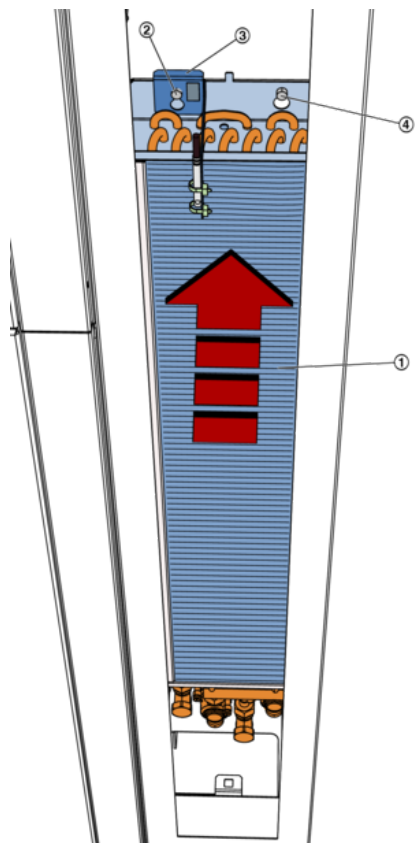

Abb. 72: Wärmeübertrager demontieren
5. ▶ Die Schraube (Abb. 72/2) herausschrauben und den Halter für den Zulufttemperatursensor (Abb. 72/3) abnehmen (hängt am Sensorkabel). Schraube (Abb. 72/4) etwas lösen, so dass der Wärmeübertrager bewegt werden kann.
Wärmeübertrager (Abb. 72/1) in Pfeilrichtung schieben bis die Befestigung (Abb. 72/4) gelöst ist. Den Wärmeübertrager nach unten aus dem Gerät herausnehmen.